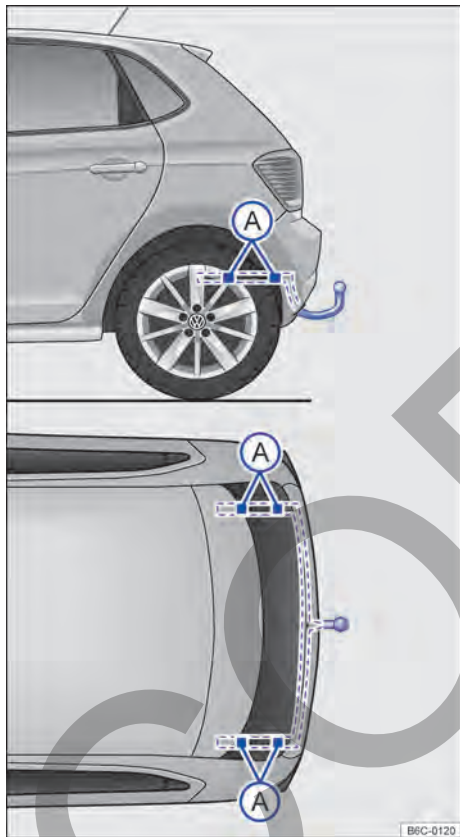

Fig. 172 Puntos de fijación para el montaje posterior de un enganche para remolque.
La figura → fig. 172 muestra, por ejemplo, el punto de fijación para el montaje de un dispositivo para remolque del modelo Polo.
El montaje posterior de un dispositivo de remolque deberá ser efectuado de acuerdo con las instrucciones del respectivo fabricante del enganche, siempre respetando los puntos de fijación indicados en la → fig. 172 (A).